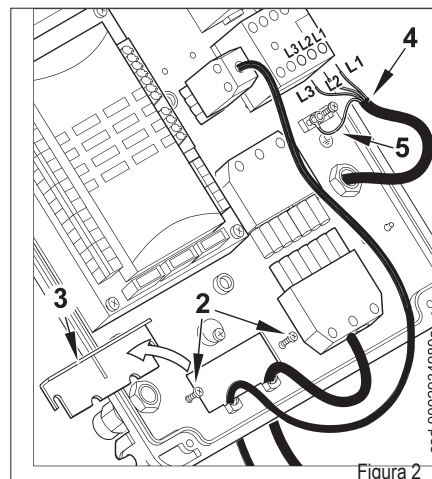

Figura 2
- 2) Allentare le viti (2) e, dopo aver rimosso la piastrina stringicavi (3), far passare attraverso il foro le due spine a 7 e a 4 poli (vedi figura 2) Collegare i cavi di alimentazione (4) al teleruttore, fissare il cavo di terra (5) e serrare il relativo pressacavo.